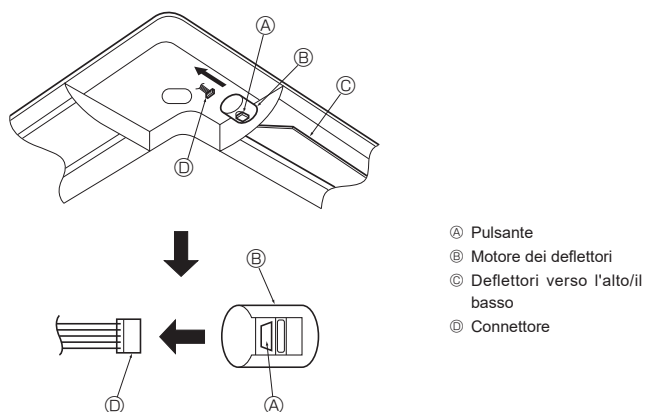

Fig. 10-16
10.4. Bloccaggio della direzione del flusso dell'aria verso l'alto/il basso (Fig. 10-16)